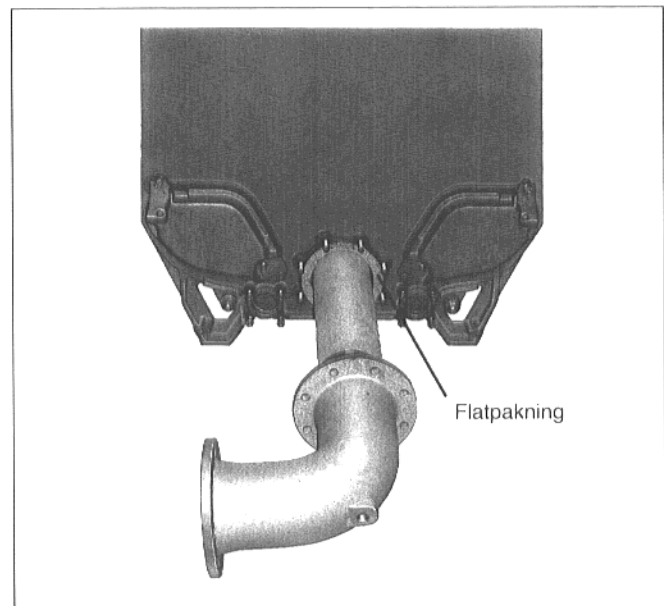

Fig. 24
- Flatpakningen legges på kjelreturen. Blanderøret skyves bakfra inn i kjelreturen og returkoplingsstykket skrues på bakelementet (fig. 24).